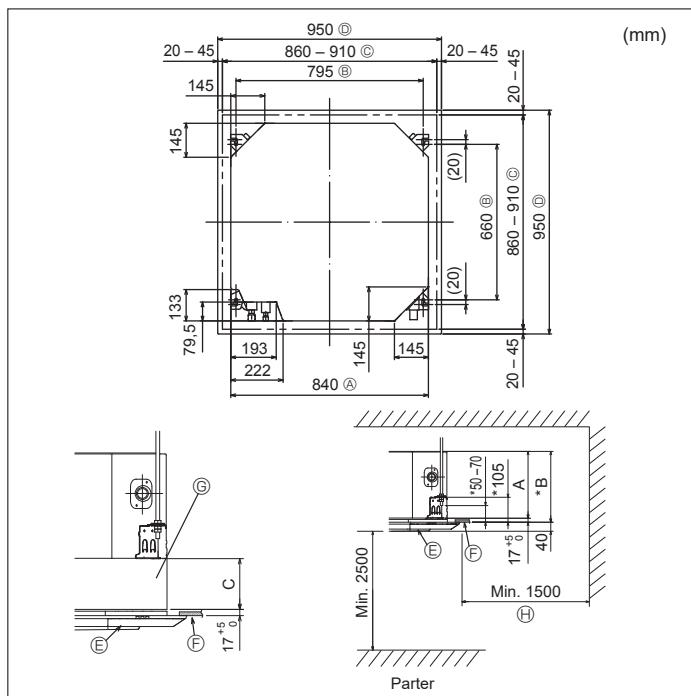

Fig. 3-2
### 3.2. Położenie otworów w suficie i instalacja śrub podwieszających (Fig. 3-2)
- \* Wymiary otworu w suficie można regulować w zakresie pokazanym na Fig. 3-2; wyśrodkować urządzenie główne w otworze sufitowym, upewniając się, że odległość między przeciwnymi bokami urządzenia ze wszystkich stron są identyczne.